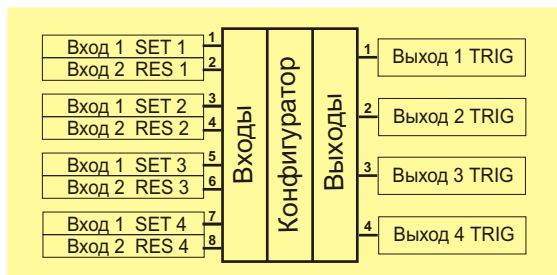

Рис. 74. Блок “Триггер”.
9.3.11 Блок **Триггер** имеет 8 входов и 4 выхода и содержит 4 элемента. Каждый элемент блока имеет 2 входа: **SET** (установочный) и **RES** (сбросовый), а также, 1 выход. Схематическое изображение архитектуры блока **Триггер** смотрите на Рис. 74.